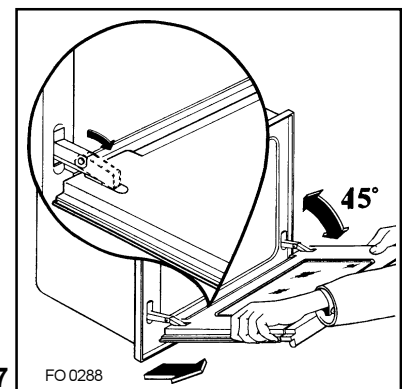

Fig. 7
- d) prenez la porte à deux mains (jamais par la poignée) et dégagez les charnières en soulevant légèrement la porte (fig. 7);